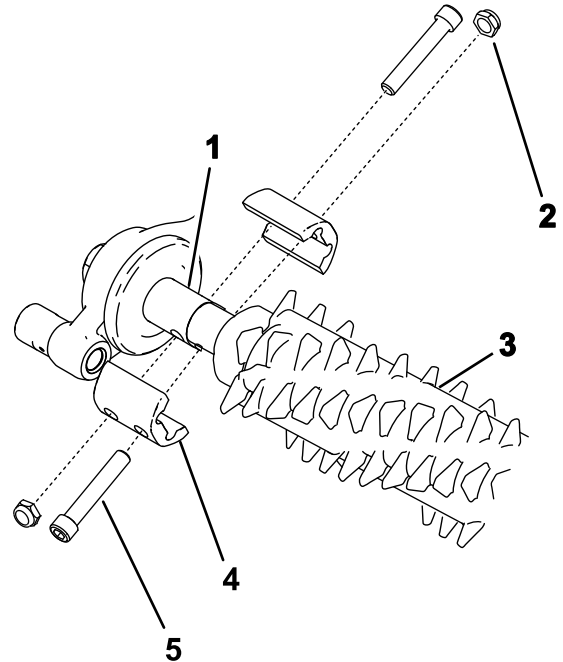

Bild 25
- Fluchten Sie die Groomerspindel mit dem Groomerantrieb und der Spanscheibe aus (Bild 25).
- Ziehen Sie die Schrauben, die die Groomerbaugruppe in Position halten, wie in Bild 25 dargestellt. Ziehen Sie die Schrauben auf ein Drehmoment von 5 bis 7 Nm an.